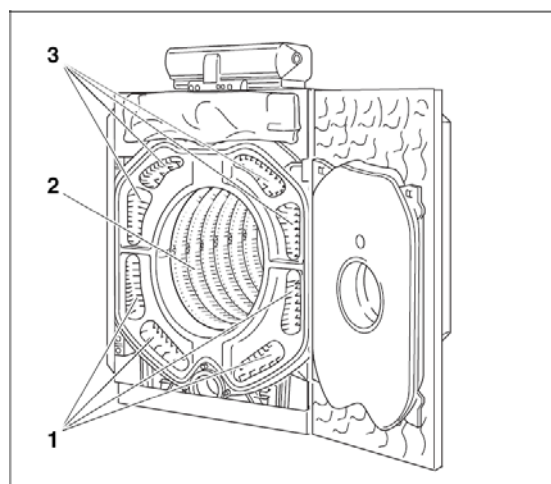

Fig. 58
- Rökgången ska rengöras med borstarna 4 och 5. (Fig. 58, **pos. 1 och 3**).
- Eldstaden (Fig. 58, **pos. 2**) ska rengöras med borste 8.